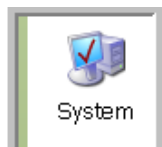

Рис. 194
2. Щелкните дважды по значку «Система» (Рис. 194).